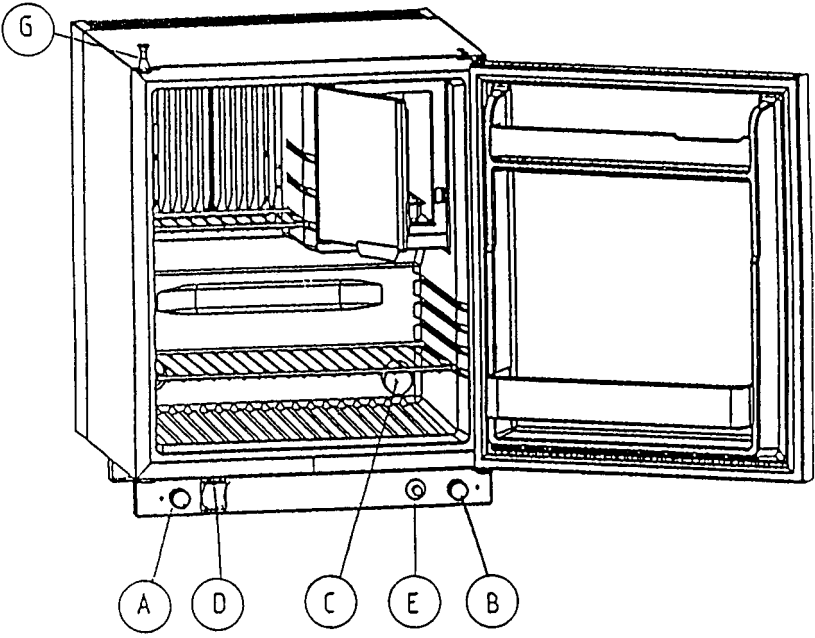

Fig. 1
### Inkoppling (bild 1)
### Frånkoppling (bild 1)
**9. Gasarmatur** (bild 1)
**10. Så här tänds gasbrännaren (bild 1)**